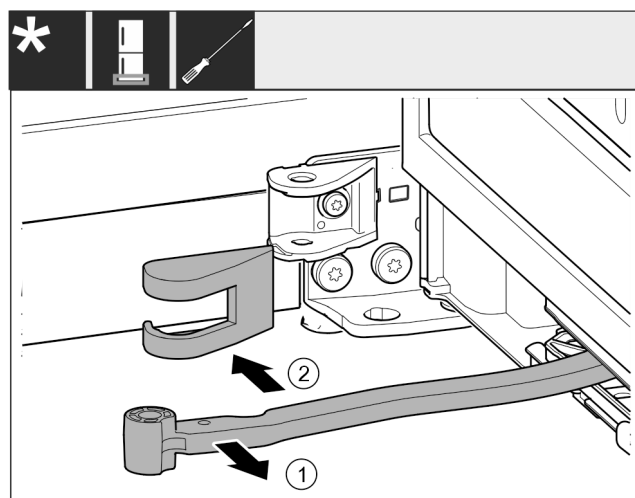

Fig. 19
- Otočte kloub Fig. 19 (1) směrem ke dveřím.
- Odstraňte kryt stojanu ložiska Fig. 19 (2).